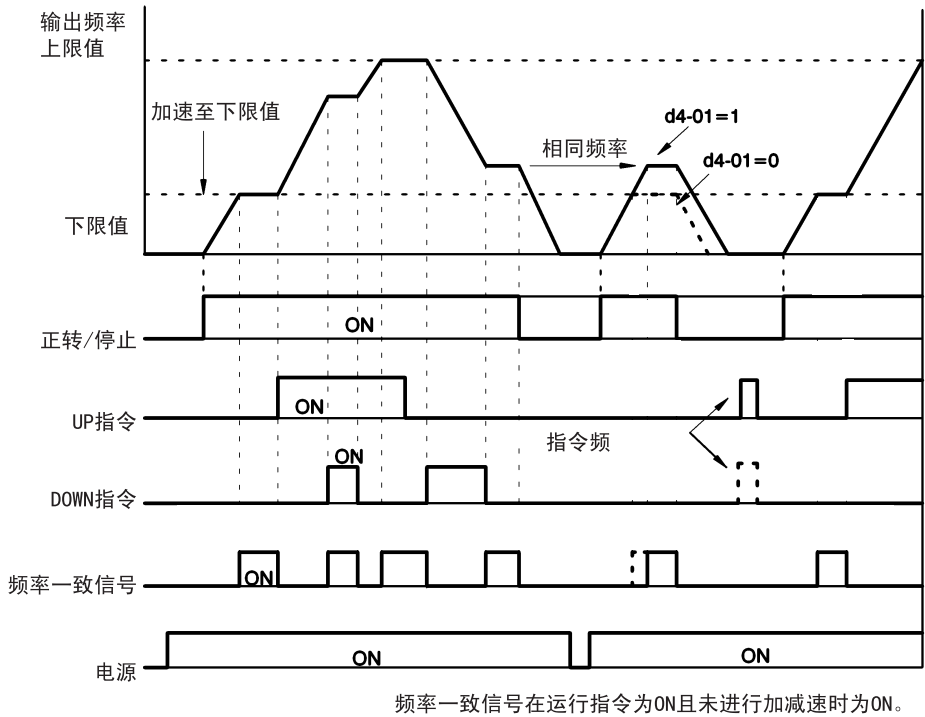

图 7.36 UP 指令 /DOWN 指令的时序图
- UP/DOWN 功能下被保持的输出频率，由 d4-01 (频率指令的保持功能选择) 的设定值被记忆 (设定值：1)。这个值在电源切断后也被记忆，运行指令再次输入时，便从这个频率开始运行。这个已记忆的输出频率，在运行指令为 OFF 状态下，一旦 UP 指令或 DOWN 指令 (图 7.36 的指令频率复位) 为 ON 时，则被消除。